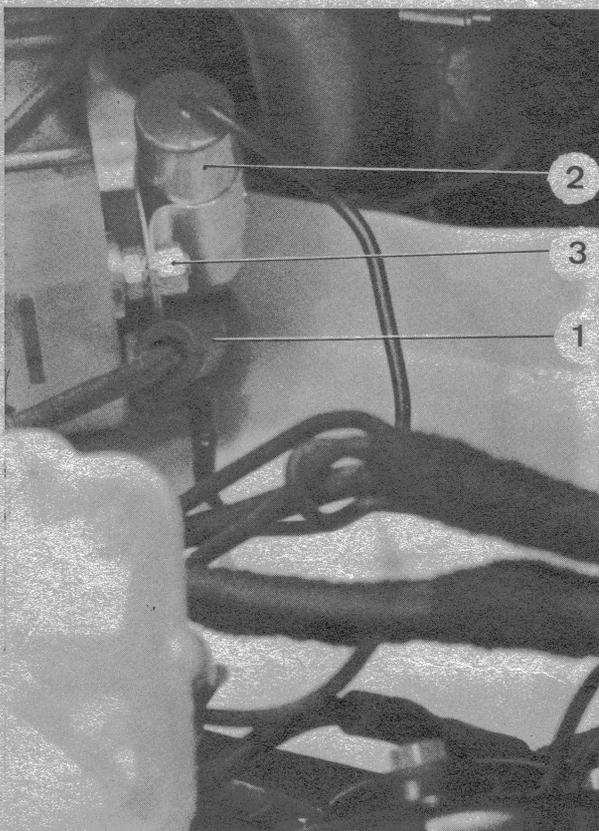

Fig. 2
c) Sur l'alternateur (fig. 2) :